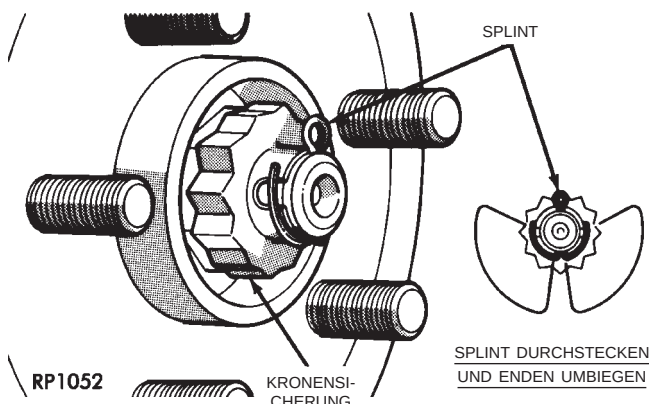

Abb. 77 Federscheibe, Kronensicherung und Splint einbauen
(14) Federscheibe, Kronensicherung und einen neuen Splint einbauen. Die Enden des Splints dicht um die Kronensicherung herumbiegen (Abb. 77).
(15) Rad anbauen. Radmuttern in der vorgeschriebenen Reihenfolge bis zum halben Anzugsmoment anziehen. Dann die Muttern in derselben Reihenfolge noch einmal bis zum vollen Anzugsmoment von 129 N·m (95 ft. lbs.) festziehen.
(16) Fahrzeug absenken.